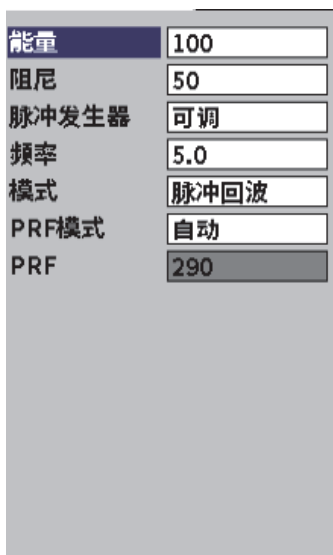

图 6-3 脉冲发生器对话框
2. 按确定键，显示脉冲发生器对话框（参见第 80 页的图 6-3）。